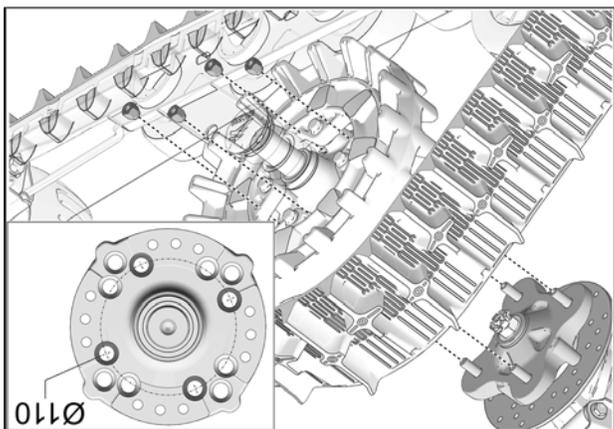

Fig. 10
12. Au moyen des écrous de roue d'origine du véhicule, boulonner chaque système de traction au moyen de roue avant. La marche à suivre et les précautions sont les mêmes qu'à l'arrière. Voir la Fig. 10
9. Fixer le système de traction au moyeu de roue arrière. Utiliser le cercle de perçage de  $\varnothing 110$  mm et les écrous de roue d'origine du véhicule. Fig. 10